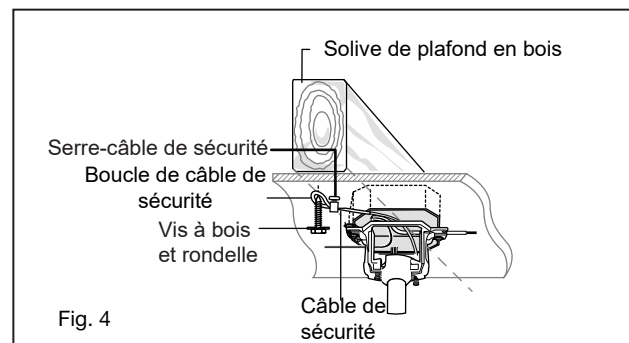

Fig. 4
- 9 REMARQUE: La languette opposée à l'ouverture du support de suspension doit s'insérer dans la fente de la boule. (Fig. 4)
- 9 Un flux d'air VERS LE HAUT déplace l'air plus chaud hors de la zone du plafond, comme illustré à la figure 4. Cela vous permet de régler votre unité de chauffage sur un réglage plus frais sans affecter votre confort.